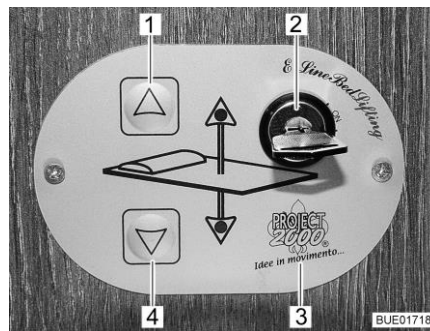

Fig. 141 Commande
Les touches (Fig. 141,1 et 4) sur l'unité de commande (Fig. 141,3) permettent d'abaisser ou de relever le lit escamotable. L'interrupteur à clé (Fig. 141,2) permet de protéger l'unité de commande contre toute utilisation non autorisée.
- Tourner la clé de 90° dans le sens des aiguilles d'une montre dans l'interrupteur à clé (Fig. 141,2) sur la position "On". L'unité de commande (Fig. 141,3) est activée.
- Appuyer sur la touche fléchée (Fig. 141,4) et la maintenir pressée jusqu'à ce que le lit escamotable ait atteint la position désirée vers le bas.
- Appuyer sur la touche fléchée (Fig. 141,1) et la maintenir pressée jusqu'à ce que le lit escamotable ait atteint sa position finale supérieure.
S'il n'est plus possible de déplacer le lit escamotable avec les touches fléchées (Fig. 141,1 et 4), contrôler d'abord les fusibles (voir paragraphe 9.12.1). Si les fusibles ne sont pas défectueux mais qu'il n'est toujours pas possible de déplacer le lit escamotable, ce dernier peut l'être manuellement.